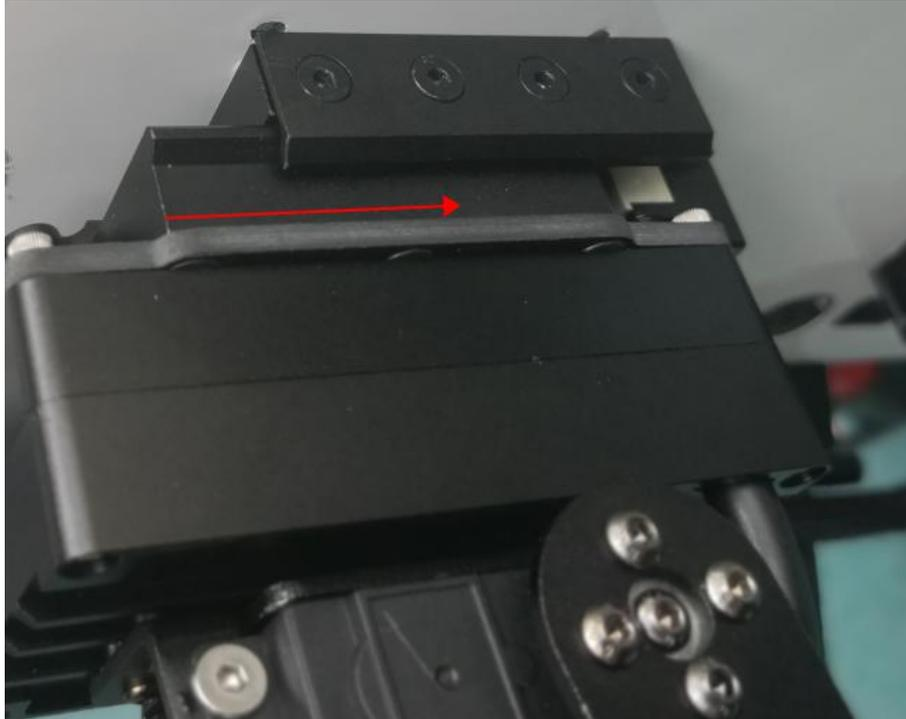
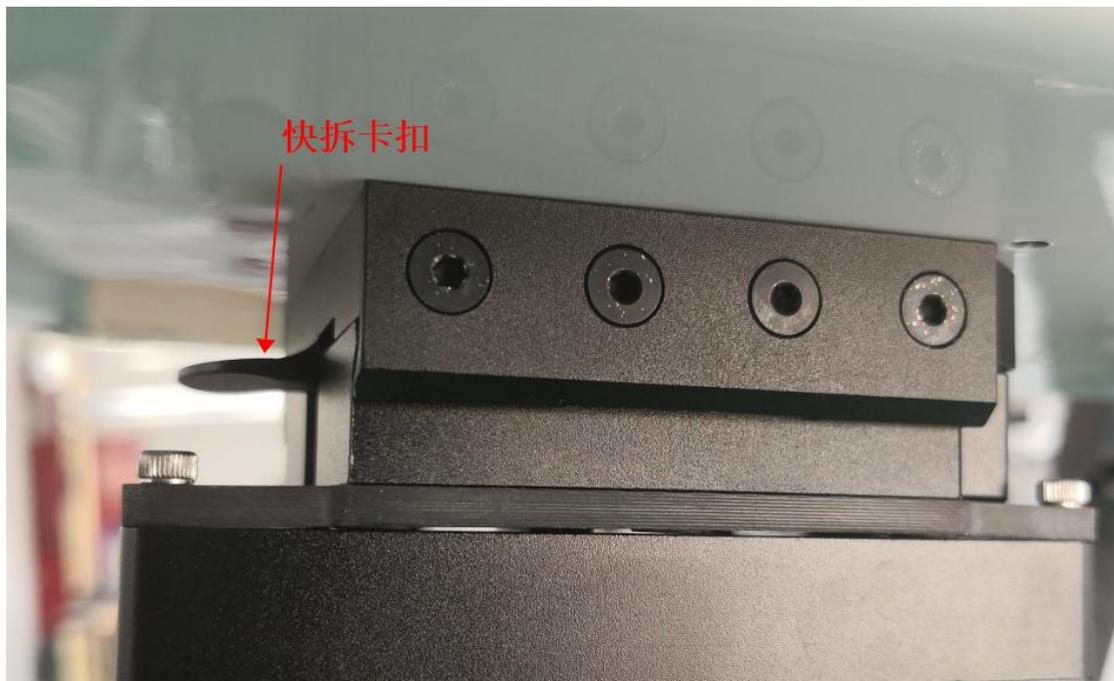

图 1 安装状态图
图 2 安装完成图
(1) 如图 1 所示, 先将快拆的固定端顶入飞机快拆底座上, 然后按箭头方向向上推听到咔哒一声即已固定。安装好后效果图如图 2 所示。
(2) 安装好后给无人机通电, 即可用遥控器控制。